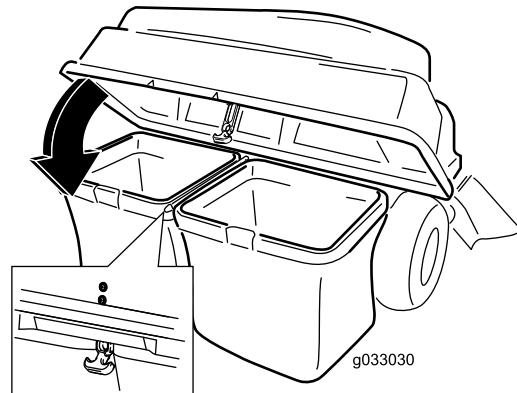

Figure 23
- Abaissez le couvercle du dispositif de ramassage sur les bacs (Figure 23).
- Fixez le couvercle avec le dispositif de verrouillage (Figure 23).